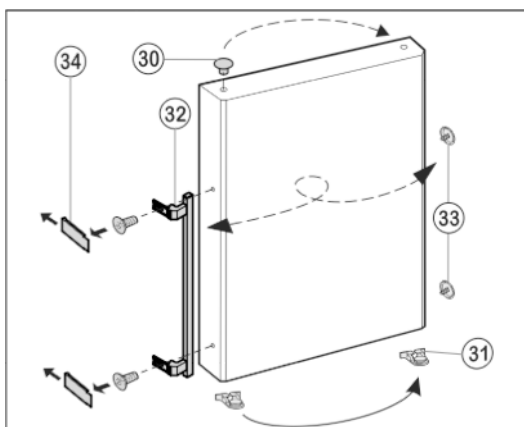

Fig. 11
- ▶ Stopfen Fig. 11 (30) aus der Türlagerbuchse herausheben und umsetzen.
- ▶ Türgriff Fig. 11 (32), Stopfen Fig. 11 (33) und Druckplatten\* Fig. 11 (34) abmontieren und auf die Gegenseite umsetzen.